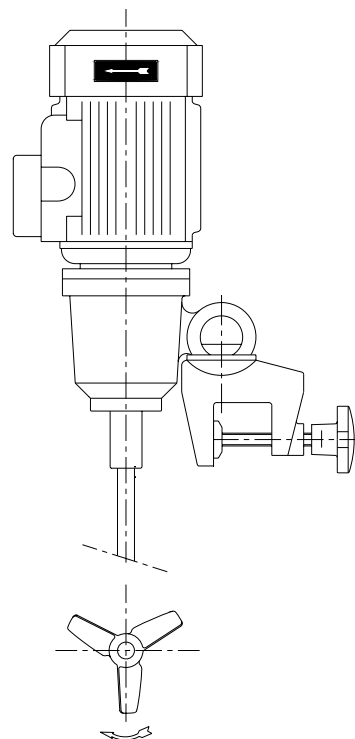

Figure 5.1
- Vérifiez que le sens de rotation de l'hélice est correct (sens de rotation horaire vu du côté d'actionnement). Voir figure 5.1.